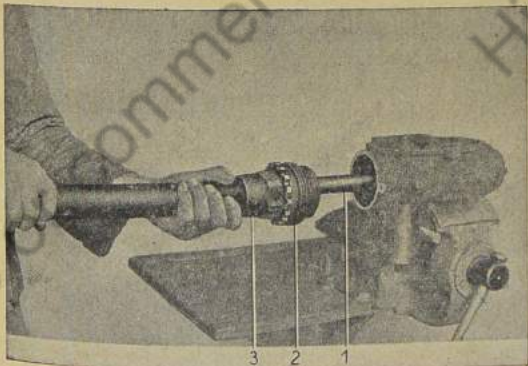

Bild 572: Mantelrohr über das Lenkrohr hinweg abnehmen
7. Mantelrohr (572/3) über das Lenkrohr (572/1) hinweg abnehmen (Bild 572).